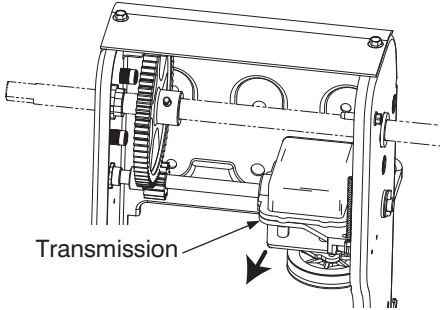

FIGURE 11
- Abaissez la transmission vers l'avant de la machine pour relâcher la pression sur la courroie d'entraînement et dégagez la courroie. Voir la Figure 11.